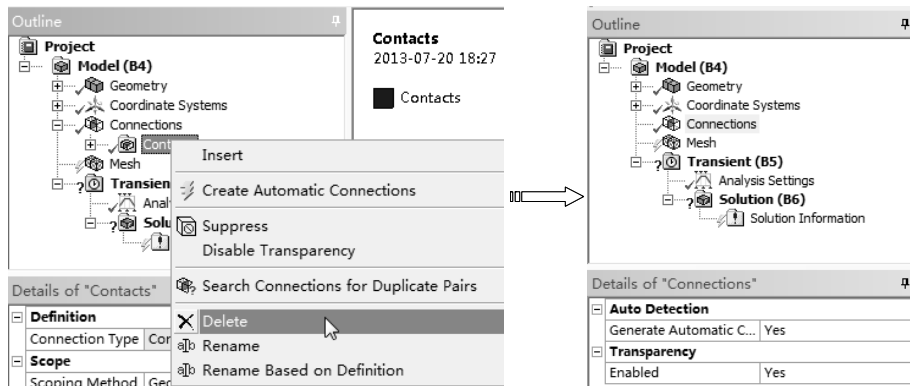

图 10-19 删除默认的接触设置
2) 展开窗口左侧【Outline (分析树)】中的【Connections】|【Contacts】节点, 单击鼠标右键, 在弹出的快捷菜单中选择【Delete】命令, 删除默认的接触设置, 如图 10-19 所示。